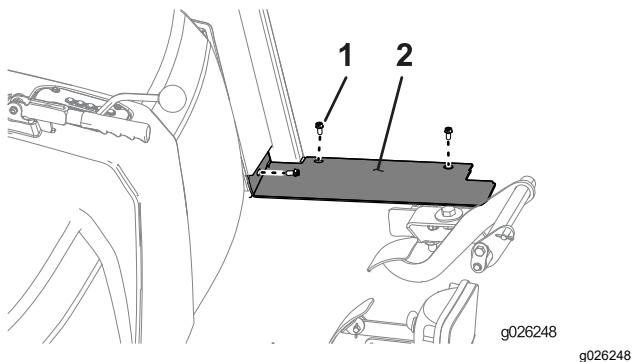

Рисунок 45
1. Установите напольные панели на каждой стороне автомобиля, используя 3 болта (1/4 дюйма), как показано на Рисунок 45.